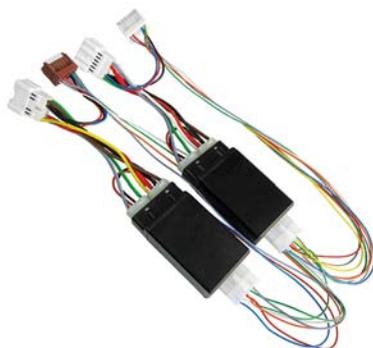

Рисунок 1. Комплект модулей МАКС-2 XRAY на 4 двери
4.1 Каждый модуль комплекта (рисунок 1) представляет собой электронное устройство, состоящее из управляющего микроконтроллера и силовых цепей коммутации нагрузки. Микроконтроллер по сигналу от охранной сигнализации или при нажатии кнопок управления стеклоподъёмниками включает и выключает электродвигатели стеклоподъёмников по заданному алгоритму.